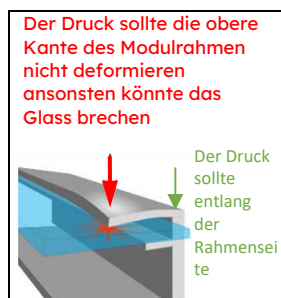

Abbildung 1a: Druck auf die Klemmenstellen
- 2) **Klemmen oder Clips:** Befestigen Sie das Modul mit den gegenüberliegenden Clips an der längeren und/oder kürzeren Seite des Modulrahmens. Die erlaubte Position der Klammern entnehmen Sie bitte aus der Anhang. Achten Sie darauf, dass die Clips oder Klemmen ausreichend belastbar sind, um die maximale Festigkeitsauslegung für das Modul zu erzielen. Clips und Klemmen werden nicht von Maxeon bereitgestellt. Die Klammern müssen die Kraft gleichmäßig und parallel mit der "Rückwand" des Modulrahmens und nicht nur auf den oberen Flansch ausüben. Sie dürfen keine übermäßige Kraft auf den Rahmen ausüben, den oberen Flansch verziehen oder das Glas berühren - diese Praktiken führen zum Erlöschen der Modulgarantie und können zum Rahmen- und Glasbruch führen. Die Abbildung 1a zeigt ins Detail ein mögliches Schadensbild auf. Vermeiden Sie in den ersten 50mm von der Modulecke zu klemmen, um die Risiken von Deformation und Glasbruch zu verhindern. Der Druck beim Klemmen sollte nicht über 15N.m sein, damit die Verformungen vermeiden werden. Es muss ein kalibrierter Drehmomentschlüssel verwendet werden. Bitte überprüfen Sie die Klemmanleitung. Bitte wenden Sie sich an Maxeon, um die Genehmigung von nicht standard Klemmdruck oder von höheren Drehmomentwerte zu verwenden.